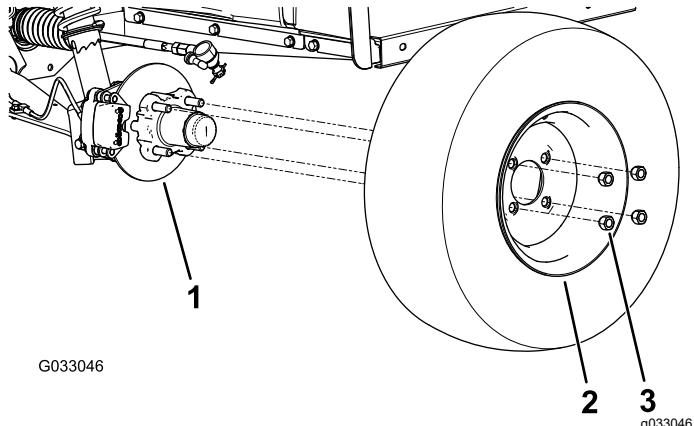

Figura 28
2. Togliete i 4 dadi a staffa che fissano la ruota al mozzo (Figura 28).
4. Allineate i fori sulla ruota ai prigionieri del mozzo e montate la ruota sul mozzo con lo stelo della valvola rivolto all'esterno (Figura 28).
5. Fissate la ruota al mozzo utilizzando i dadi per le ruote (Figura 28).